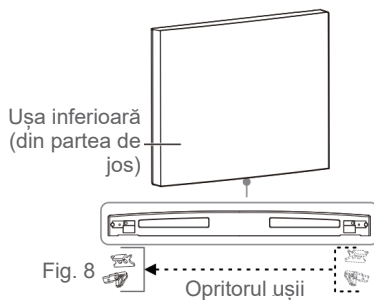

Fig. 8
8. La ușa inferioară, scoateți opritorul ușii după ce și-a slăbit șurubul din partea dreaptă jos, apoi fixați din nou opritorul ușii din stânga jos cu ajutorul șurubului (→ Fig. 8).